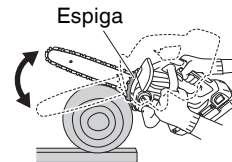

Fig. 22
- (3) Cuando sierra una pieza de madera gruesa, presione la espiga en la parte delantera de la unidad contra la madera y córtela con una acción de palanca mientras utiliza la espiga como punto de apoyo como se muestra en la Fig. 22.